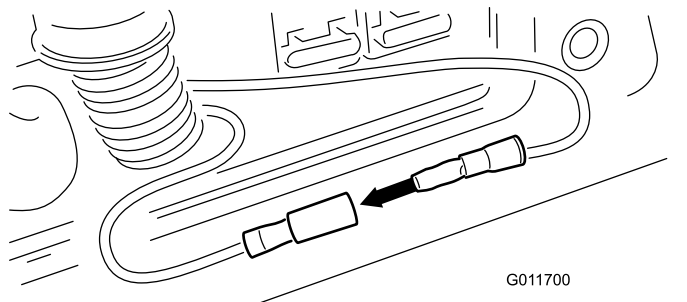

Figura 59
4. Con la chiave in posizione Off, rimuovete il cappuccio dai cavi del controbilanciamento e unite i cavi tra di loro (Figura 59).